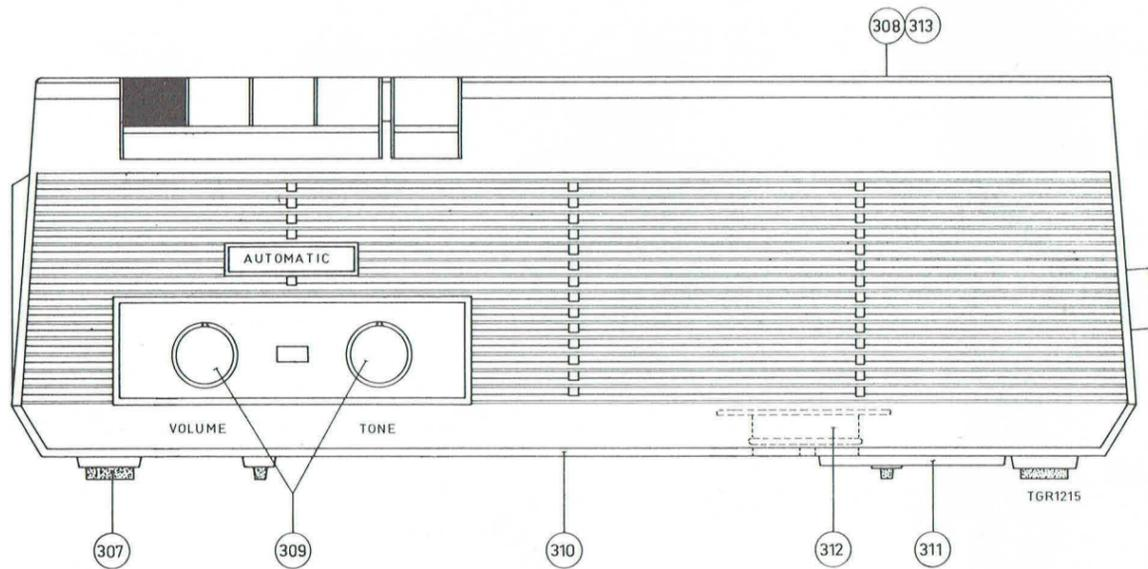

Fig. 2
La patte en caoutchouc du frein droit et le manchon en nylon ont été remplacés par un seul patin spécial en caoutchouc (pos. 8 fig. 2).
### Réglage des nouveaux freins (fig. 2)
- Pousser le patin de frein (rep. 3) vers la gauche selon l'indication de la figure 2